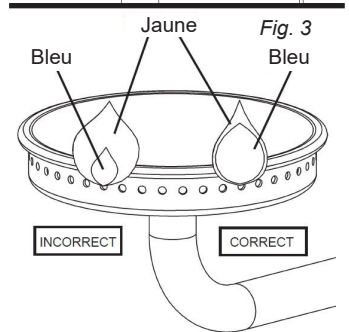

Fig. 3
- Vérifiez visuellement la flamme du brûleur (Fig. 3). Une **BONNE FLAMME** devrait être bleue avec un peu de jaune à la pointe. Une **MAUVAISE FLAMME** est trop jaune et irrégulière. Si vous n'obtenez pas une bonne flamme tournez le bouton de contrôle du brûleur en position OFF et fermez le robinet de la bonbonne de gaz. Si vous obtenez encore une mauvaise flamme, laissez l'appareil refroidir puis nettoyez le brûleur. Laissez le brûleur s'assécher au complet avant de le rallumer.